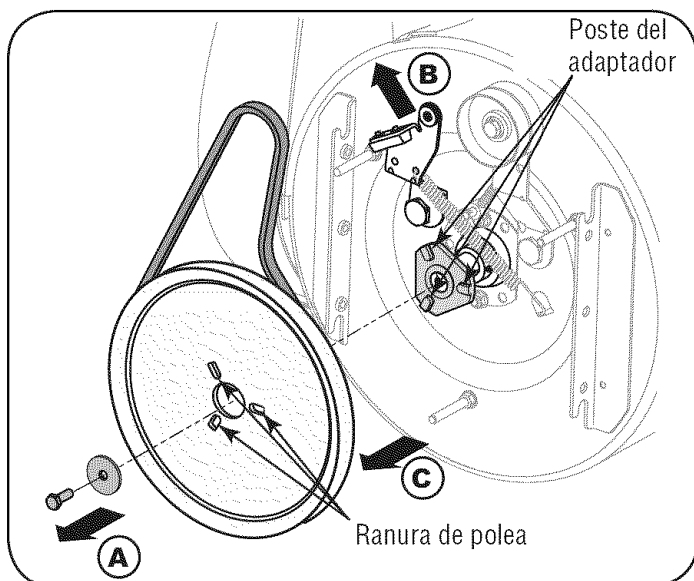

Figura 27
6. Bloquee la aspa con un pedazo de madera para impedirle girar, y con una llave de 1/2", retire el tornillo hexagonal y la arandela plana del centro de la polea sobre la caja de la barrena. Vea la Figura 27.
7. Levante el conjunto del soporte del freno fuera de la ranura de la polea y deslice el conjunto de la polea fuera de los postes del adaptador de la polea de la barrena para retirar la correa vieja. Consulte la Figura 27.
- Gire la polea cuanto sea necesario para alinear sus tres ranuras aproximadamente con los postes del adaptador de la polea, luego mueva el conjunto del soporte del freno lejos del eje de entrada. Cuando alinea las ranuras de la polea y los postes del adaptador, empuje la polea de la barrena totalmente sobre el adaptador. Consulte la Figura 27.
**NOTA:** Si el adaptador de la polea se retiró con la polea, alinee los canales del adaptador de la polea y el eje de entrada de la barrena y empuje la polea y el adaptador sobre el eje de entrada. Consulte la Figura 27.